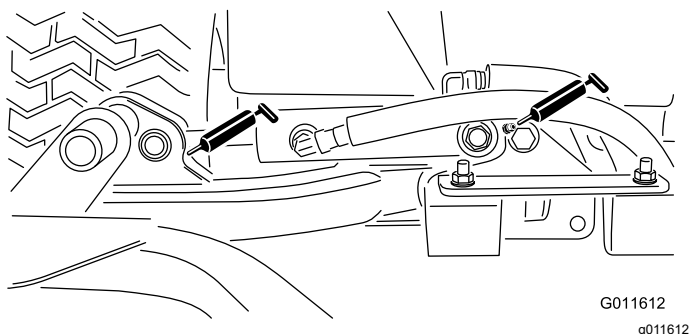

Рисунок 65
- Цилиндры подъемного рычага режущего блока (по 2 шт.) —Рисунок 65
- Оси поворота подъемного рычага (по 1 шт.) —Рисунок 65